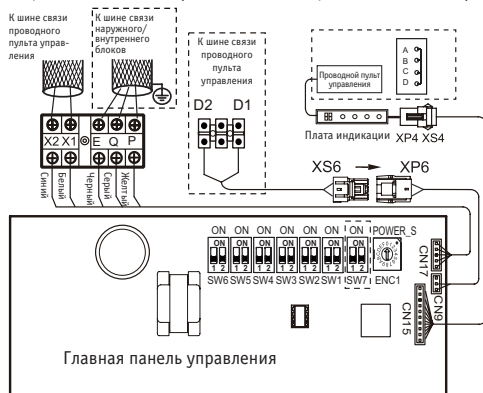

Рис. 8.10
- Порты X1/ X2, D1/ D2, расположенные по бокам главной платы, управления и порт однонаправленной связи (расположенный сбоку платы дисплея) предназначены для различных типов проводных пультов управления (см. рисунок 8.10).